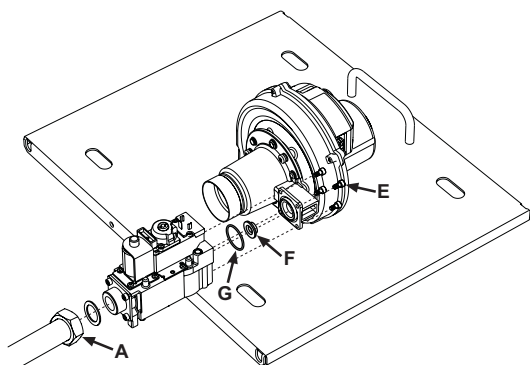
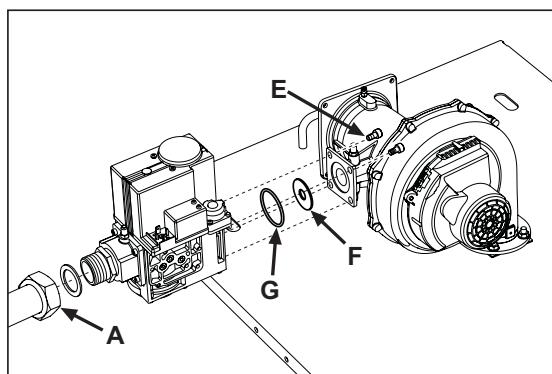
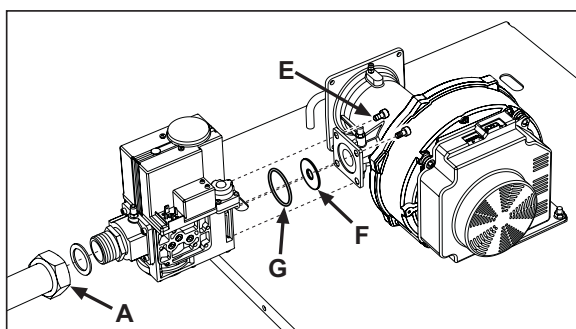

fig. 27 - Modelo ARTAX 125
fig. 28 - Modelo ARTAX 220
fig. 29 - Modelo ARTAX 320
4. Desenroscar la tuerca **A** de fijación de la válvula del gas (ver fig. 27, fig. 28 y fig. 29 para los distintos modelos).